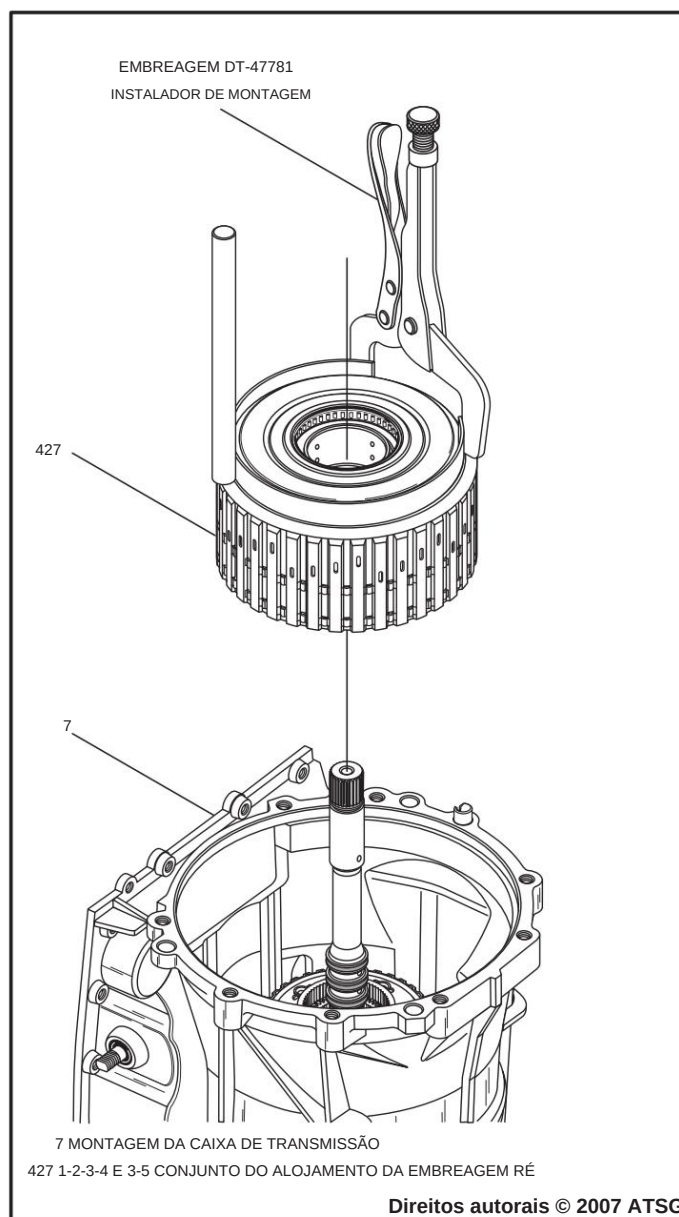

Figura 165
24. Segure todo o conjunto pelas "alças" do DT-47781 e instale a carcaça da embreagem de ré 1-2-3-4 e 3-5, conforme mostra a Figura 165.
25. Balance o DT-47781 para frente e para trás para alinhar as placas da embreagem 1-2-3-4 e as placas da embreagem reversa 3-5 com as estrias externas dos dois cascos. (Ver Figura 165).